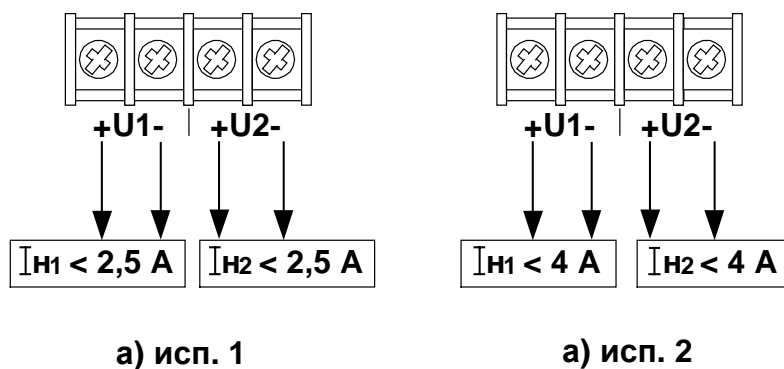
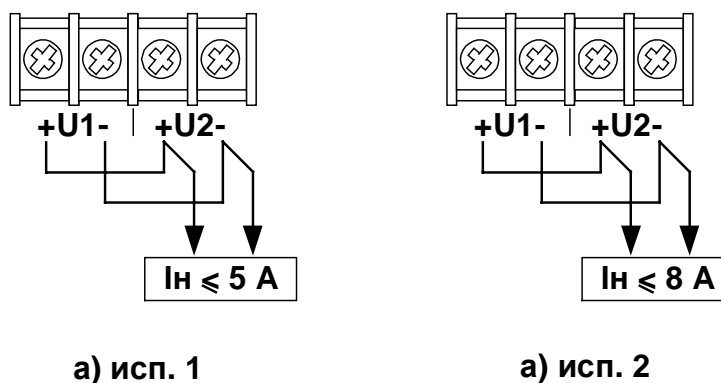

Рис. 5 Схема подключения нагрузки: а) исп. 1 ( $I_{n1} < 3A$ ;  $I_{n2} < 3A$ ); б) исп. 2 ( $I_{n1} < 4A$ ;  $I_{n2} < 4A$ ).
Рис. 6 Схема подключения нагрузки а) исп. 1 ( $I_n \leq 5A$ ); б) исп. 2 ( $I_n \leq 8A$ ).
Провода подключаются к клеммам присоединительной колодки в соответствии со схемой подключения (Рис. 2, Рис. 3, Рис. 4, Рис. 5, Рис. 6, Рис. 7, Рис. 8) – в зависимости от вариантов исполнения ИБП-1200/2400 исп. 1 или исп. 2.
6.4.4 Подключение соединительных линий и БА к клеммам ИБП производится в соответствии с Рис. 2, Рис. 3, Рис. 4, Рис. 5, Рис. 6, Рис. 7 и Рис. 8 – в зависимости от вариантов исполнения. Перед подключением тумблер «Сеть 220 В» выключить.